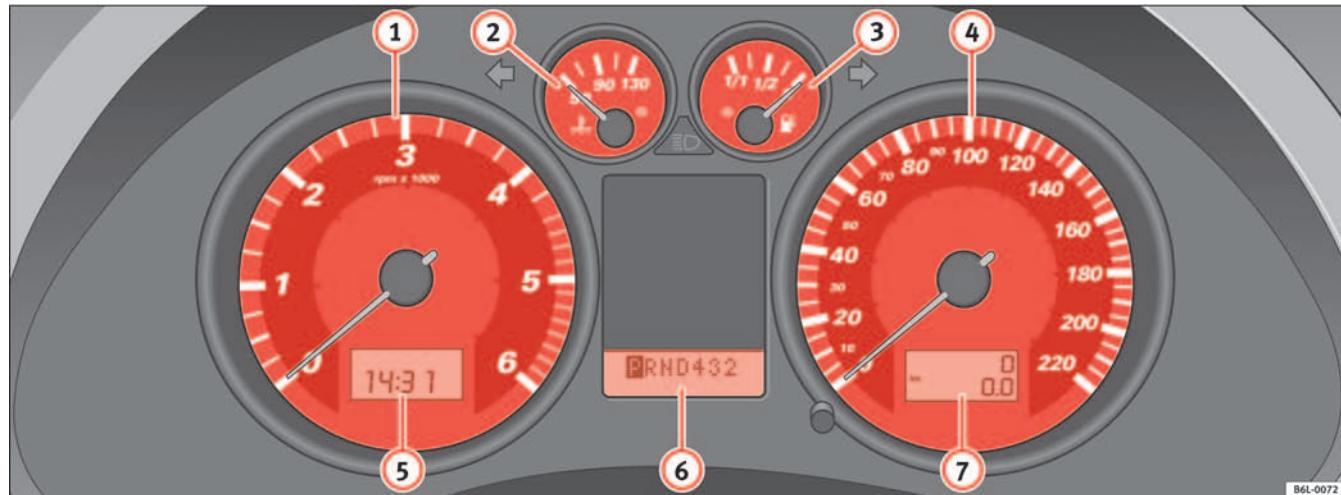

Fig. 32 Detalle del tablero de instrumentos: cuadro de instrumentos
El principio de la zona roja página 58, fig. 32 ④ indica el régimen máximo de revoluciones del motor funcionando a temperatura de servicio. Antes de alcanzar dicha zona se debe cambiar a una marcha más larga, colocar la palanca selectora en D o levantar el pie del acelerador.
- Para ajustar las horas, gire el botón ⇒ página 58, fig. 32 5 hacia la izquierda hasta el tope. Si gira el botón brevemente hacia la izquierda, se avanza una hora.